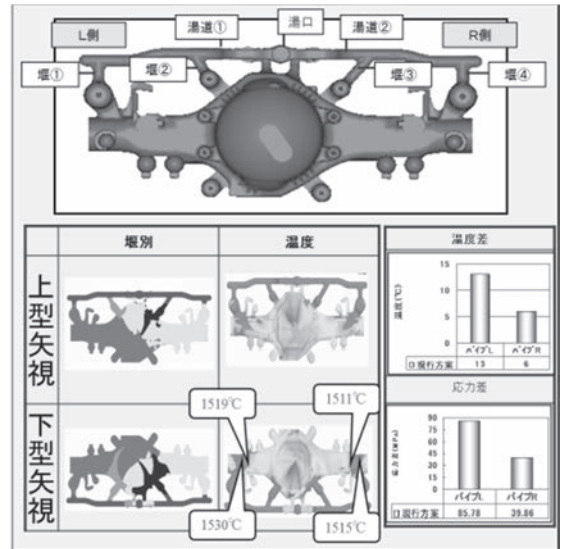

Fig. 8 湯流れ・温度差・応力差
堰別の湯流れを見ると，堰①側からの流量が多くパイプ部周辺の温度はL側の方が高くなっている。そのため，ワレ部周辺の応力差もL側の方が高くなっている (Fig. 8)